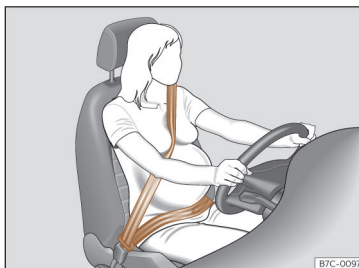

Fig. 45 Colocação da faixa do cinto de segurança no caso das mulheres grávidas.
No caso de **mulheres grávidas**, o cinto de segurança deve passar de forma uniforme sobre o peito e o mais baixo possível na zona pélvica, com a faixa plana para que não pressione o ventre; deve utilizar-se durante toda a gravidez >>> Fig. 45.
- No caso de mulheres grávidas, a faixa abdominal do cinto de segurança deve passar o mais baixo possível à frente da zona pélvica, direita e «contornando» o ventre >>> Fig. 45.